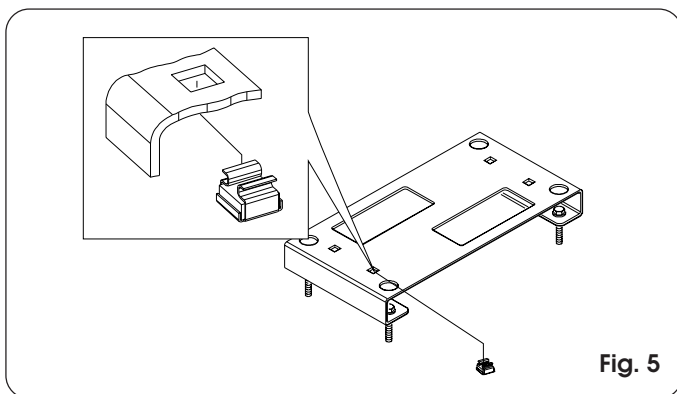

Fig. 5
- Inserire nei 4 fori quadrati della piastra i 4 dadi in gabbia in dotazione come da Fig. 5.